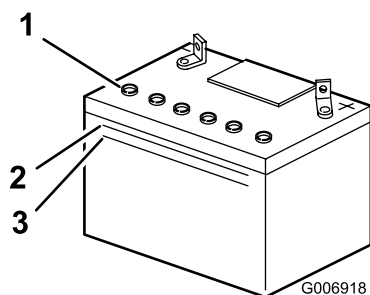

Figure 29
2. Observez le côté de la batterie. Le niveau de l'électrolyte doit atteindre le trait supérieur (Figure 29).
Remarque: Le niveau d'électrolyte ne doit pas descendre au-dessous du trait inférieur (Figure 29).
3. Enlevez les bouchons d'aération de la batterie (Figure 29)
5. Attendez 5 à 10 minutes après avoir rempli les éléments. Au besoin, ajoutez de l'eau distillée pour amener le niveau jusqu'au repère supérieur sur le côté de la batterie (Figure 29).